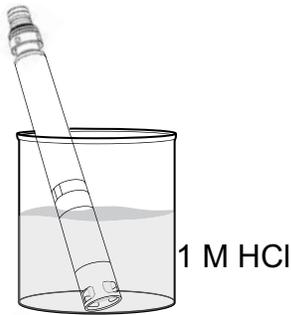

Abbildung 73 Reinigen von pH- und pH/ORP-Sensor mit Hydrochloridsäure
1. Legen Sie den Sensor 30 bis 60 Minuten in eine molare Masse (1 M) von HCl (Abbildung 73). Der Reagenzstoff HCl kann von Chemikalien- oder labortechnischen Händlern bezogen werden. Befolgen Sie die Anweisungen der Hersteller von HCl mit großer Umsicht, um Verletzungen zu vermeiden. Wenn HCl nicht verfügbar ist, legen Sie ihn in klarem Essig ein.